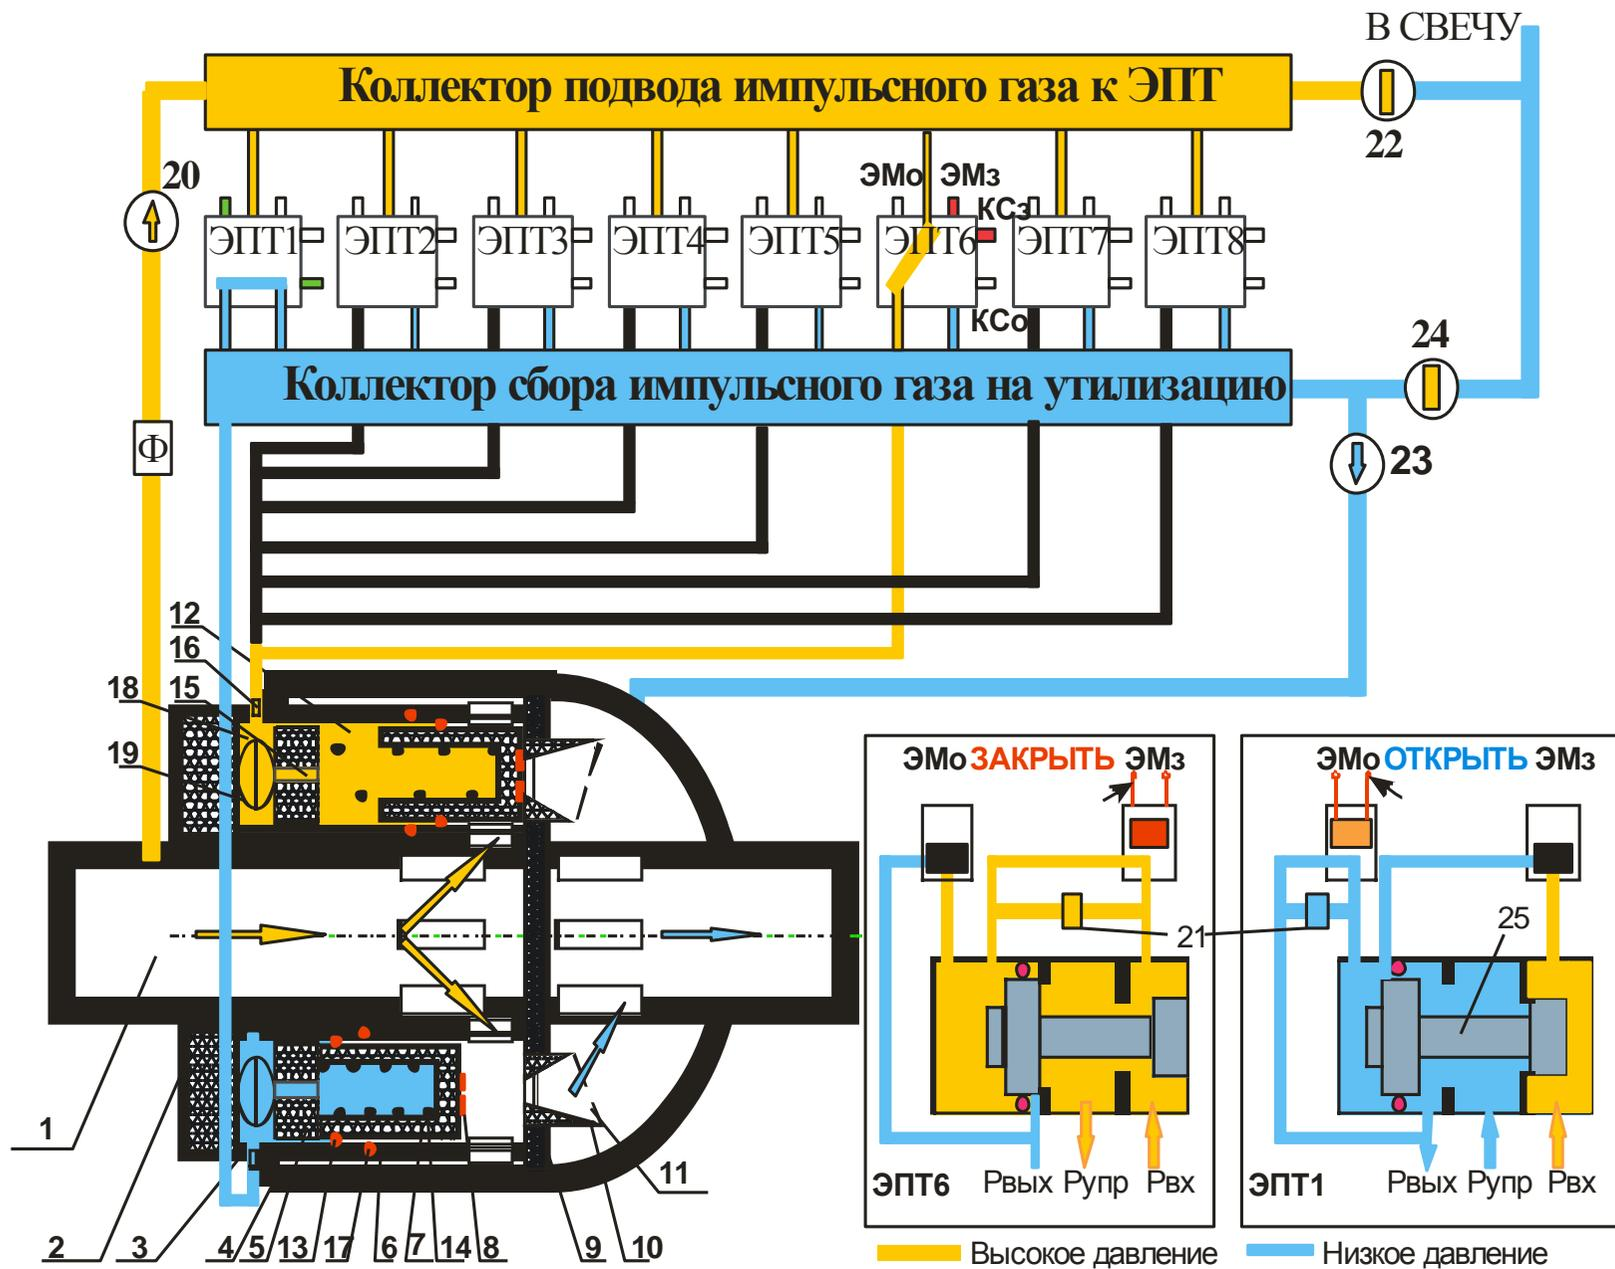

Рис. 3
- закрыть шаровой кран 20 подвода импульсного газа с входа в ДКД (рис. 3);